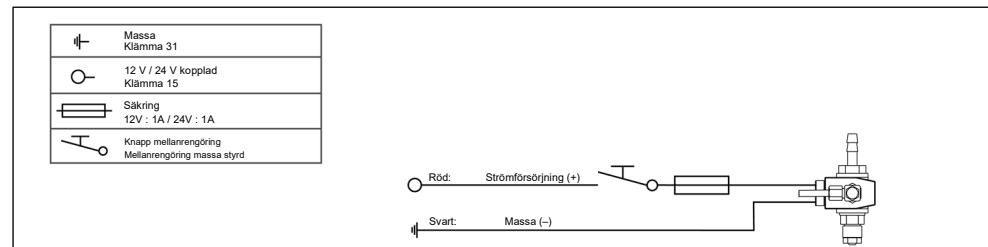

Bild 65
Om en kopplad, säkrad strömförsörjning (klämma 15) med tillräcklig spänning (se Bild 65–Bild 73) är tillgänglig, kan den användas.
- 40)** Anslut den elektriska komponenten till maskinens strömförsörjning (se Bild 65–Bild 73).